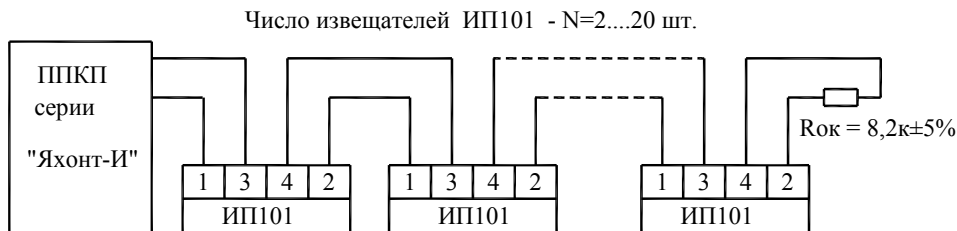

Рис.7.1. Схема подключения извещателей ИП101 к приборам серии «Яхонт И»
7.2 Монтаж шлейфа сигнализации осуществляется в соответствии со схемой, указанной для конкретного ППКП. Для приборов серии «Яхонт-И» монтаж проводить в соответствии со схемой **рис. 7.1**.